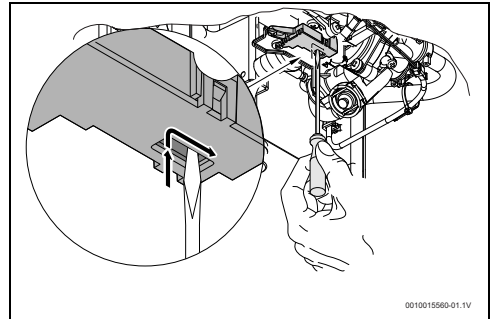

Fig. 29 Resetear el microinterruptor
- ▶ Posicionar el microinterruptor según la fig. 29.